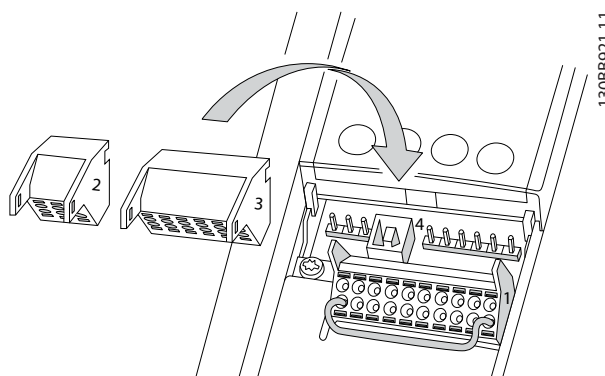
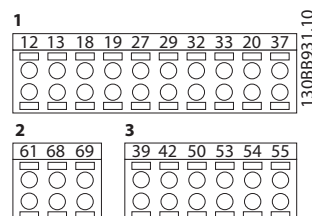

Bild 4.10 Styrplintplatser
Bild 4.11 Plintnummer
*Bild 4.10* och *Bild 4.11* visar anslutningarna för flyttbara frekvensomformare. Plintfunktionerna och fabriksinställningarna sammanfattas i *Tabell 4.2*.
Det går att koppla bort styrplintsanslutningarna från frekvensomformaren för att underlätta installationen (se Bild 4.10).